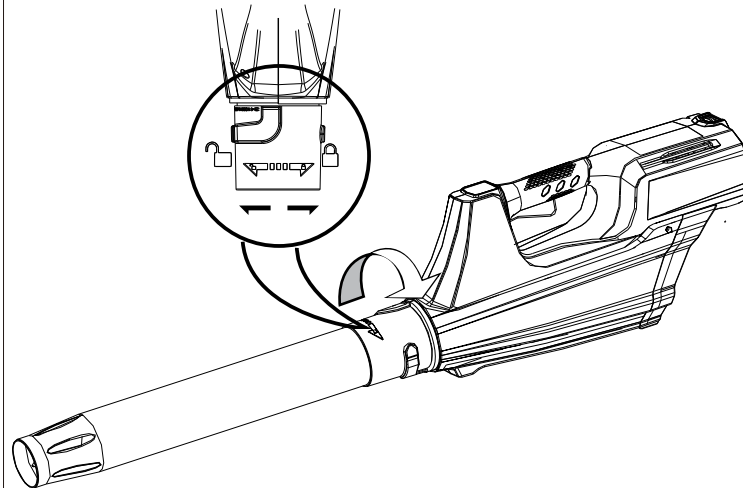

Fig. 4
- Draai de buis in de richting van de pijl tot beide tabs in de vergrendelde positie schuiven. Zie afbeelding 4.